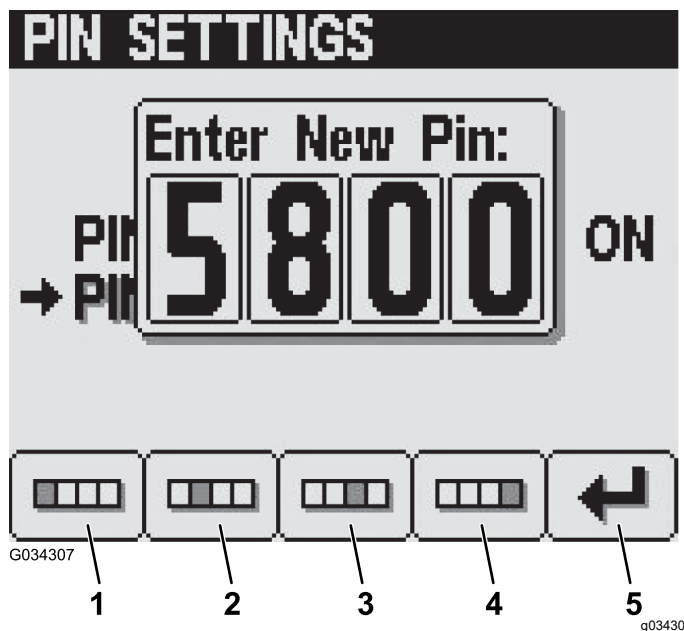

Figura 28
5. În ecranul enter new PIN (introducere PIN nou), apăsai butoanele de la 1 la 4 pentru a introduce noul dumneavoastră cod PIN. Când finalizai introducerea PIN-ului, apăsai butonul 5 (Figura 28).